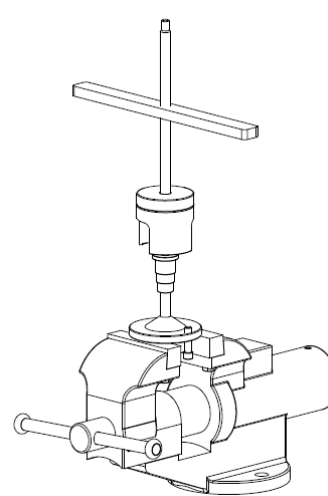

Figure 19
Utilisez l'outil de démontage (voir figure 19, page suivante) pour démonter la came ⑨. Le ressort ⑦ de la poulie possède une force importante, l'utilisation de l'outil de démontage maintiendra la poulie comprimée.
- En utilisant un étau, montez l'outil de démontage comme indiqué sur la figure 19.